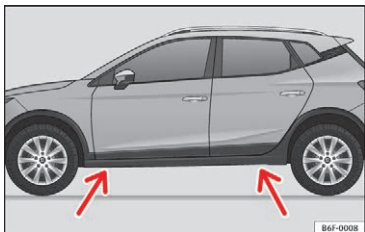

Fig. 82 Løftepunkter til donkraften
• Find på længdevangen markeringen til det løftepunkt til donkraften (det sted, der er trykket ind), der er tættest på det hjul, som skal skiftes »» » Fig. 82.